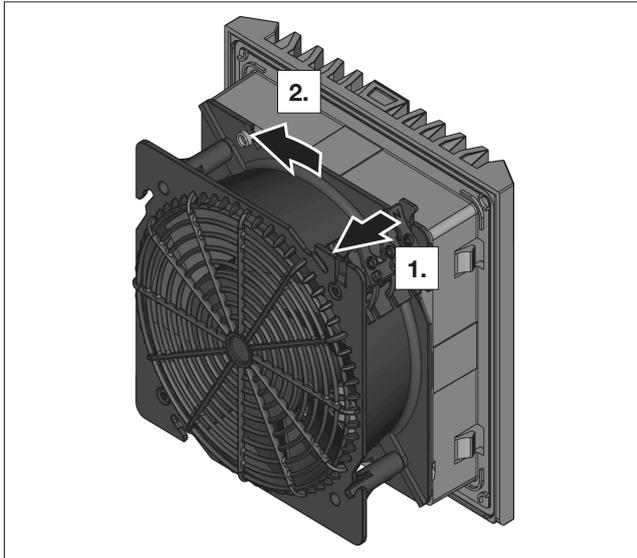

图 12: 解锁卡口式连接
- 拉开风扇背面卡口式连接的连接片（参见图 12），解锁卡口式连接。它位于接线端子的拐角处。